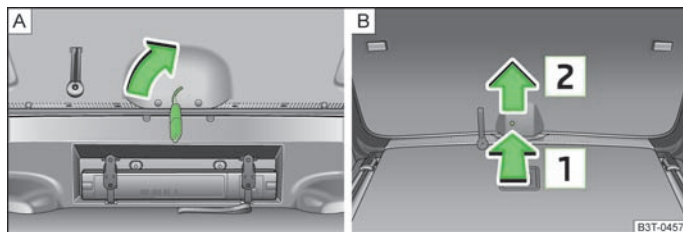

Fig. 21 Déverrouillage de secours du capot du coffre à bagages
- Insérez la clé dans la fente du revêtement jusqu'en butée » fig. 21 - A.
- Insérez un tournevis ou un outil similaire dans l'ouverture de l'habillage dans le sens de la flèche **1** » fig. 21 jusqu'en butée.
- Déverrouillez le capot dans le sens de la flèche **2** » fig. 21 en le tirant vers le haut.